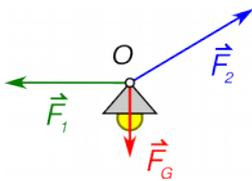

Fig. 29
a) Gleichgewicht der Lampe (Fig. 29)